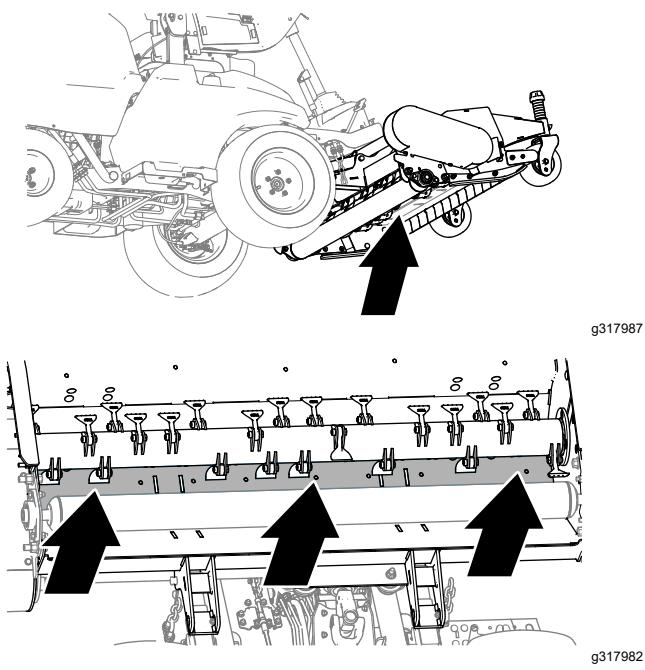

Figure 2
2. Nettoyez le bas du plateau comme montré à la Figure 2.